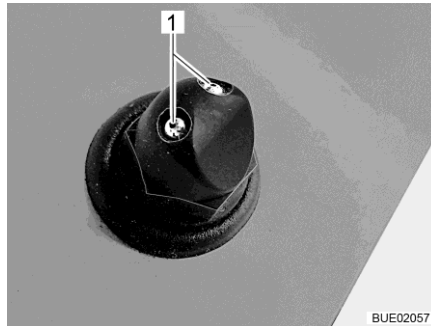

Fig. 52 Boquillas del limpiaparabrisas (variante 1)
- Usando algún objeto puntiagudo, ajustar las boquillas del limpiaparabrisas (Fig. 52,1) hasta que se alcance la posición deseada.